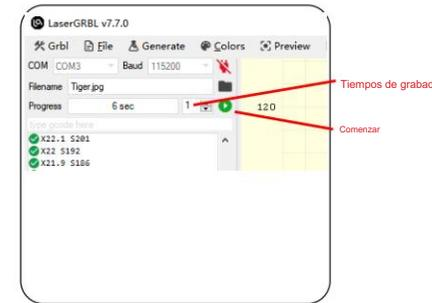

Figura 18 Iniciar el grabado/corte
- Iniciar el grabado/corte • Después de completar todos los ajustes anteriores, haga clic en el botón verde como se muestra en la Figura 18 para iniciar el grabado/corte. Hay un número editable junto al botón de inicio, y este número es el número de veces que se grabó/cortó. LaserGRBL permite múltiples operaciones consecutivas en la misma imagen. Esta función es especialmente útil para cortar.